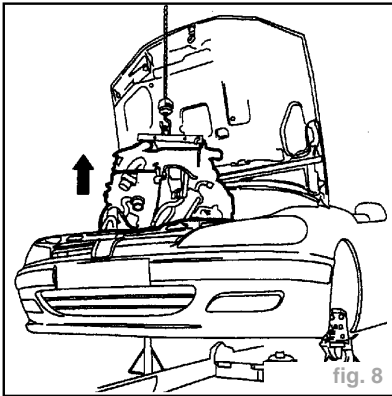

fig. 8
- Déposer le groupe motopropulseur par le dessus du véhicule (fig. 8).